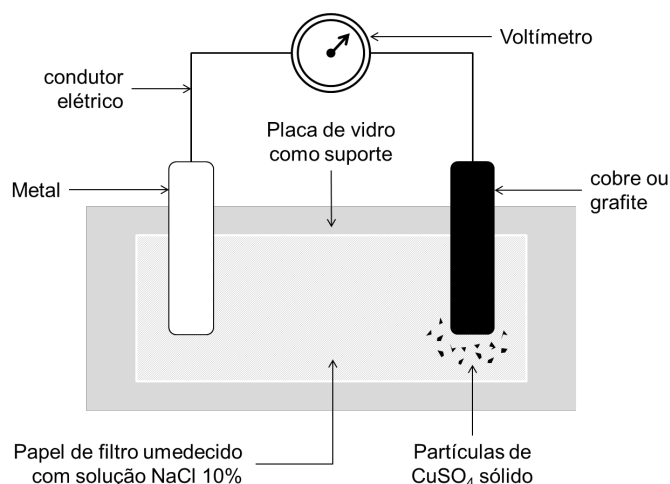

Figura 10.2: Representação da pilha econômica.
8. Verifique se sua montagem está de acordo com a Figura 10.2 da página seguinte.